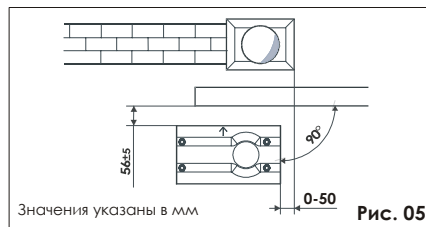
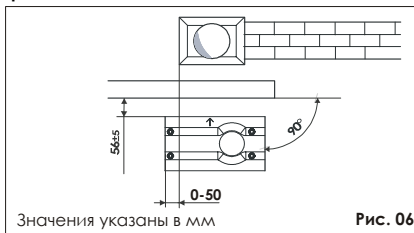

Рис. 05
Рис. 06
2. Для правильного зацепления рейки и шестерни плита основания должна быть расположена так, как показано на рис.05 (правая сторона) или рис.06 (левая сторона).